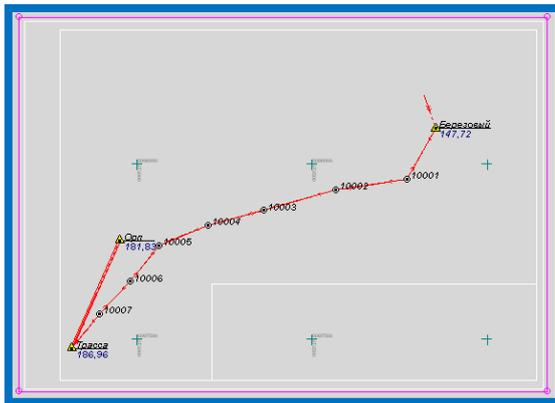
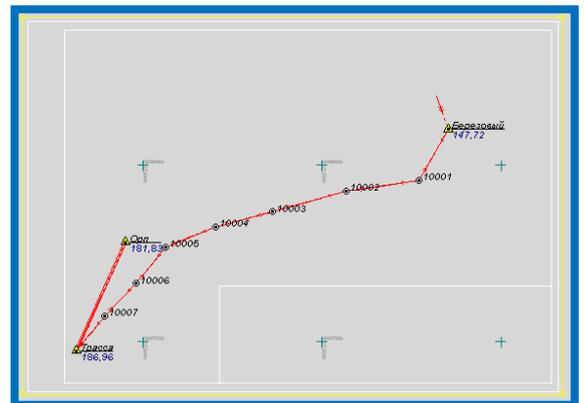

Рисунок 42 – Розовая рамка созданного фрагмента чертежа
Рисунок 43 – Желтая рамка выбранного фрагмента чертежа
2. Выбираем команду **Выбрать фрагменты**  и щелкаем ЛКМ по розовой рамке назначенного фрагмента чертежа (Рис.42) – она отобразится желтым цветом (Рис.43)